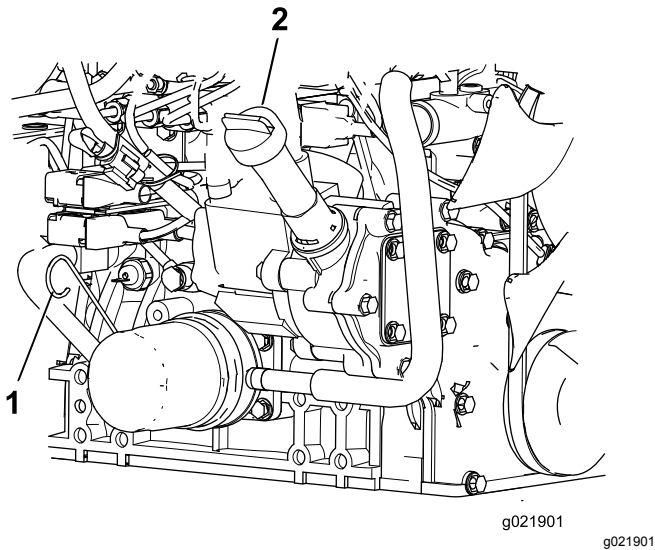

Figure 72
- Sortez la jauge, essuyez-la sur un chiffon propre, replacez-la dans le goulot de remplissage, puis ressortez-la. Le niveau d'huile doit se situer entre les repères MINIMUM et MAXIMUM (Figure 72).
- Si le niveau d'huile est trop bas, retirez le bouchon de remplissage et faites l'appoint d'huile jusqu'à ce que le niveau se situe entre les repères MINIMUM et MAXIMUM (Figure 72).